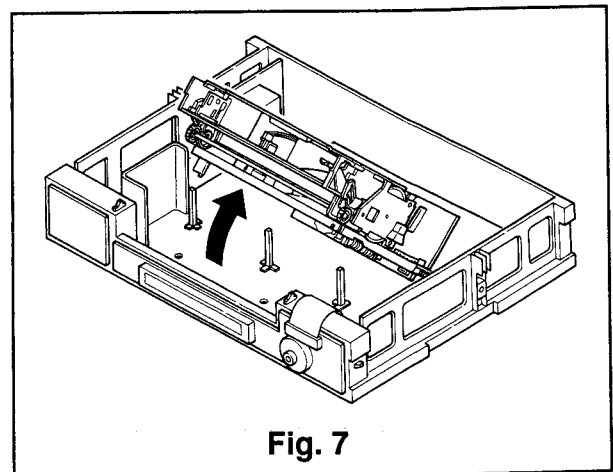

Fig. 7
- 3) Soulever la partie avant de l'assemblage F/L-J, comme illustré sur la Fig. 7, et maintenir dans cette position à l'aide d'un tournevis. L'entretien du côté des composants est maintenant possible.